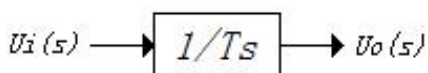
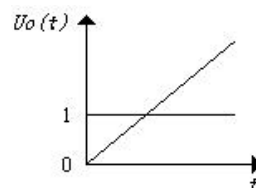
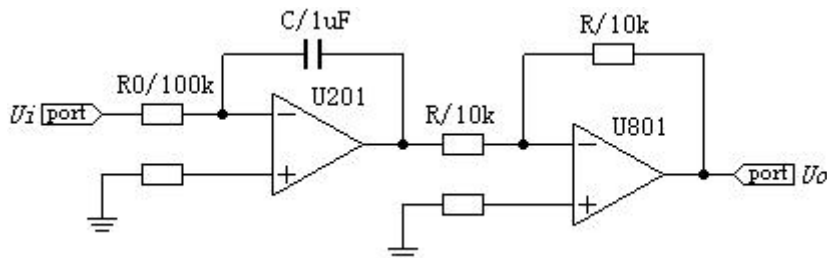

图 1-4
图 1-5
图 1-6
方块图、模拟电路和阶跃响应，分别如图 1-4、图 1-5 和图 1-6 所示，于是 $T = R_0C$ ，
- 1、利用 2#模块和 8A#（或 8B#）模块搭建图 1-6 所需的电路。其中， U_i 输入阶跃信号， U_o 为输出信号。输入信号（ U_i ）连接实验电路板的下方【模拟信号输入】区域的 AI 1 接线柱，输出信号（ U_o ）连接实验电路板的下方【模拟信号输入】区域的 AI 2 接线柱。